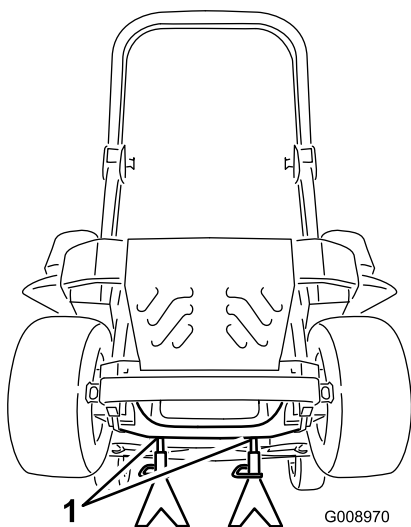

Figura 83
3. Sollevate la macchina e sostenetela su cavalletti (Figura 83).
9. Rimuovete i cavalletti metallici e abbassate la macchina (Figura 83).